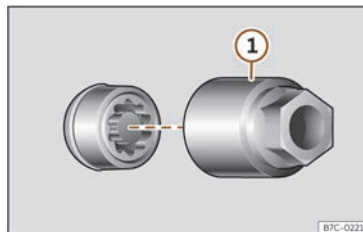

Fig. 199 Parafuso antirroubo da roda con capuchón e adaptador.
- Encaixe o adaptador especial >>> **fig. 199** ① (ferramenta de a bordo >>> pág. 288) no parafuso antirroubo da roda ata o tope.